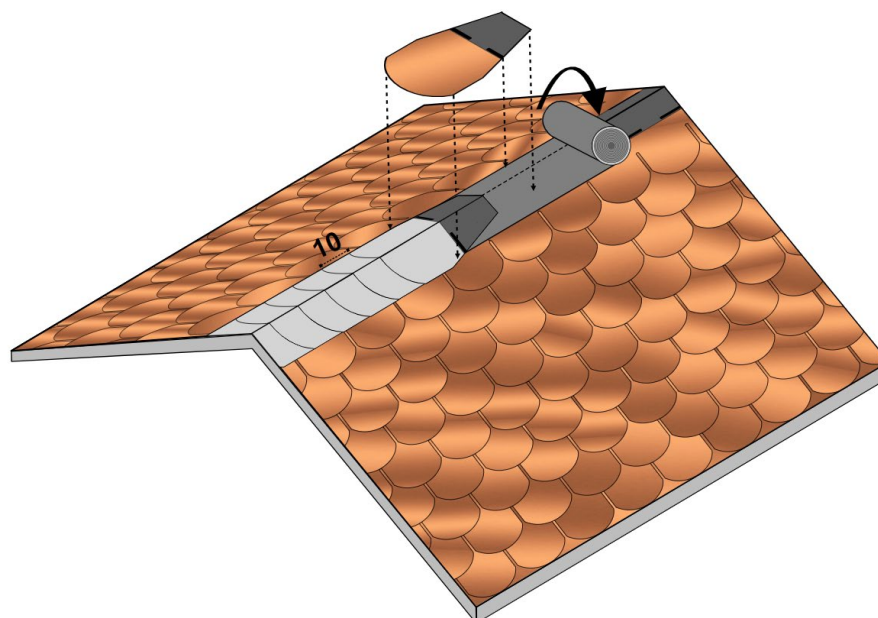

Fig. 19 - Installazione elementi colmo a fiamma
- Applicare sul colmo una fascia di membrana bituminosa Safety EPP a fiamma - Fig. 19.
- Procedere con la posa degli altri elementi colmo in sequenza, lasciando una parte esposta di 10 cm tra un elemento colmo e quello successivo, vedi Fig. 19.